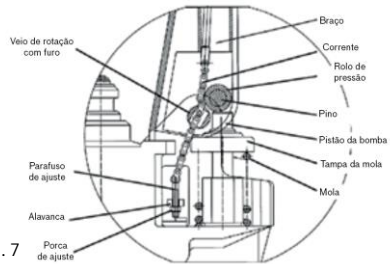

Fig. 7
- Coloque a alavanca de controlo na posição “BAIXO, depois passe a porca de ajuste e o parafuso de ajuste através do orifício do eixo com a sua mão (Fig. 7).